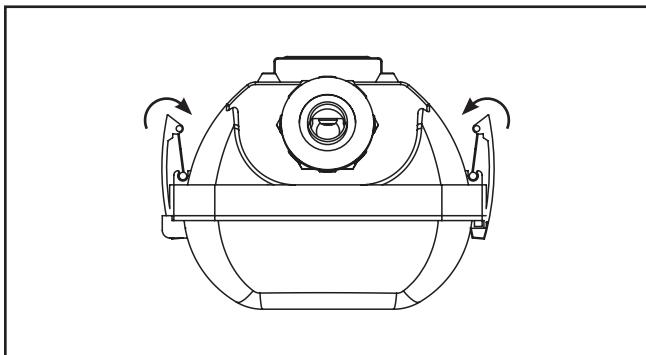

Figura 16.
- Asegure la lente a la cubierta con los pestillos de la lente. (Figura 16)